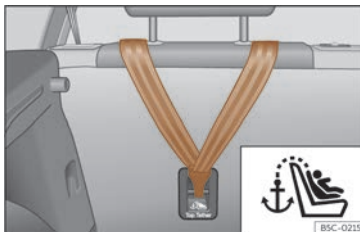

Fig. 39 Arrière de la banquette arrière : ancrage pour la ceinture Top Tether.
Les sièges pour enfants avec système Top Tether sont équipés d'une sangle supplémentaire pour les fixer à un point d'ancrage du véhicule. Ce point d'encrage est situé à l'arrière du dossier de la banquette arrière et du passager avant¹⁾ (identifié par le symbole ) , et il procure une meilleure retenue >>> **fig. 39**, >>> **fig. 40**.
- Faites glisser la sangle et fixez-la correctement à l'aide de l'ancrage derrière le dossier >>> **fig. 39**, >>> **fig. 40**.